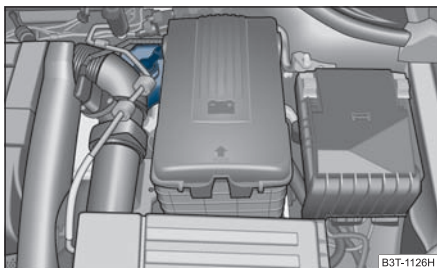

Fig. 205 Compartimentul motor: Rezervorul lichidului de frână
- Verificați nivelul lichidului de frână din rezervor ⇒ fig. 205. Nivelul trebuie să se găsească între marcajele „MIN” și „MAX”.